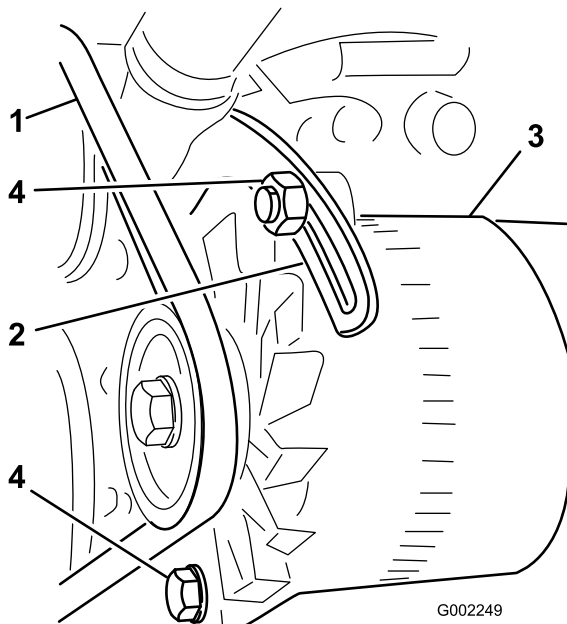

Figura 55
3. Afloje los pernos que fijan el tirante al motor y el perno que fija el alternador al tirante (Figura 55).